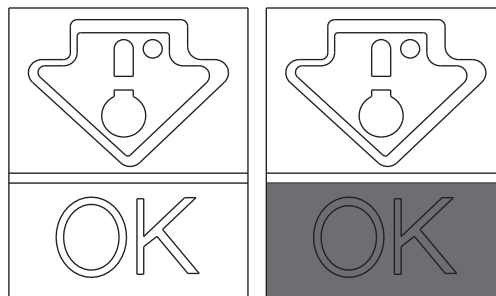

Fig. 5
- Pour conserver la saveur, la qualité et la fraîcheur des aliments, il est conseillé de stocker vos aliments dans le compartiment du réfrigérateur comme indiqué sur la Fig. 5 ci-dessous, en s'assurant de les envelopper dans des feuilles d'aluminium ou du film plastique ou dans des récipients correctement fermés, afin d'éviter toute contamination croisée.
Vérifier ce point sur le voyant de la température, le mot OK apparaît clairement (Fig. 5). Si ce mot n'apparaît pas, cela signifie que la température est trop élevée :